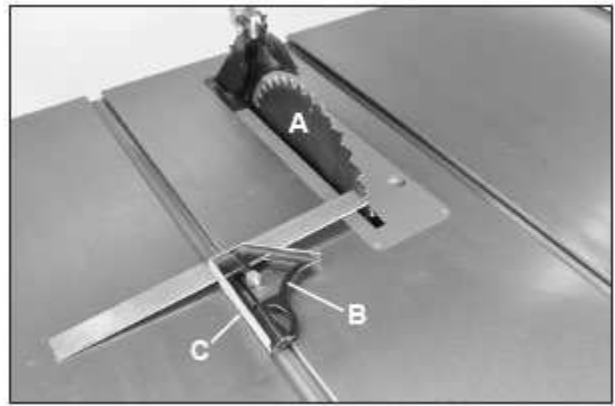

Рис. 21
1. Поднять пильный диск (рис. 21, А) в самое верхнее положение маховичком, расположенным спереди станка.
2. Поставить комбинированный угольник (рис. 21, В) на стол одной кромкой угольника на левый паз приспособления для пиления под углом (рис. 21, С).